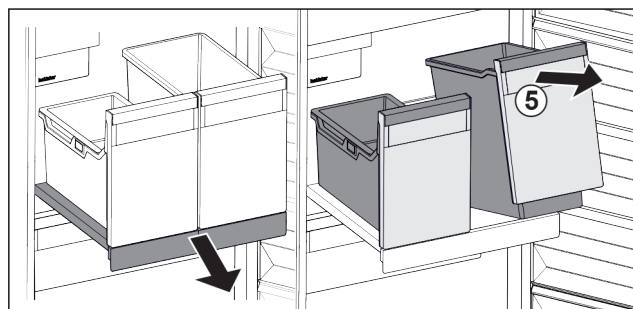

Fig. 22
- ▶ Nadvihnite nádobu Fig. 22 (5) vpredu.